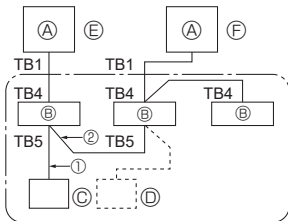

Fig. 9-1
9. Sterowanie systemem (Fig. 9-1)
- ⑤ SW 1 - 3 ~ 6 ON (włącz.)